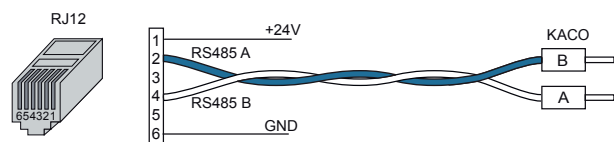

Imagen 6: Conectar el inversor
- A Utilice para la conexión un cable Connect preconfeccionado o bien confeccione un cable según la ocupación de conexión (imagen 6).
- A Recomendamos el uso del tipo de cable **UNITRONIC® Li2YCYv (TP)** del fabricante „LappKabel“ o equivalente. Este cable ha sido diseñado para su colocación directa en la tierra.